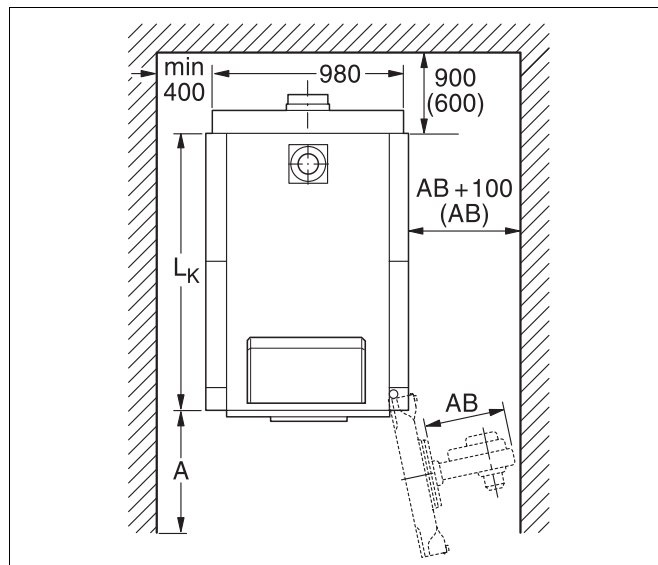

Abb. 6 Aufstellraum mit Heizkessel (Maße in mm)
- Beachten Sie die empfohlenen Wandabstände für das Aufschwenken der Brennertür, für die Heizkesselmontage und für die Reinigung und Wartung (siehe Abb. 6 und unten stehende Tabelle).
Bei Unterschreiten des empfohlenen Abstandes A (Abb. 6) ist es nicht möglich, eine Reinigung mit dem angebotenen Reinigungsgeräte-Set durchzuführen. Alternativ empfehlen wir, kürzere (Länge ca. 1 m) montierbare Reinigungsgeräte einzusetzen oder eine Nassreinigung durchzuführen.
- Achten Sie beim Erstellen der Fundamente darauf, nach welcher Seite der Brenner ausschwenkt (Links–Rechts–Anschlag der Brennertür, Abb. 6, Seite 13).